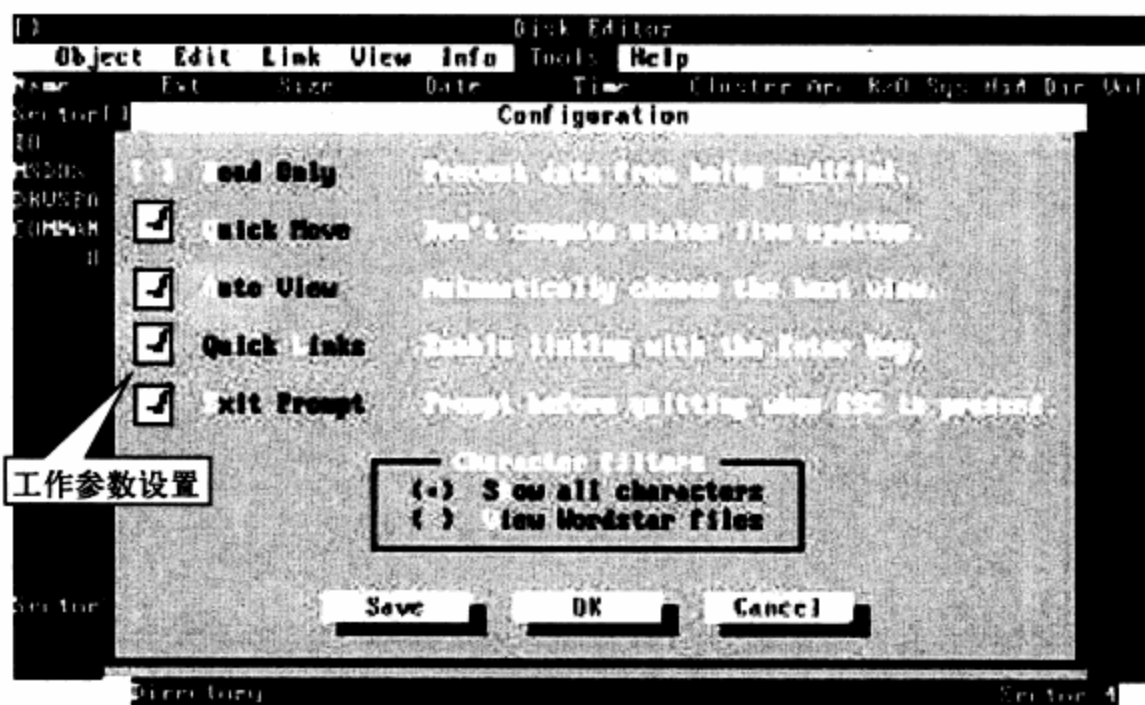

图13-13 DiskEdit的配置参数框
**步骤 01** 修改DiskEdit配置，取消Read Only选项的设置。运行Norton中的DiskEdit，按Alt+T组合键，弹出Tools子菜单，并在Tools选项子菜单中，选中Configuration选项，按Enter键，即进入Configuration（配置设置）对话框。如图13-13所示。